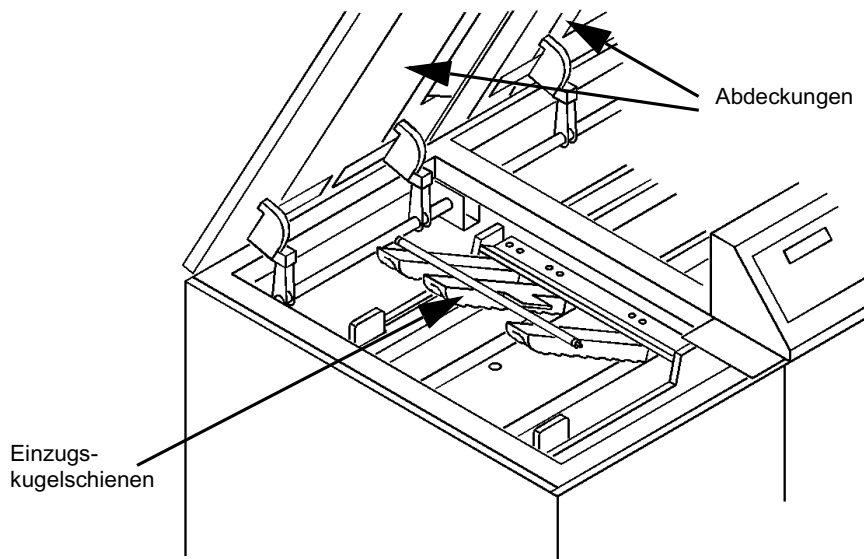

Abbildung 3-1: Obere Abdeckungen und Einzugskugelschienen
- 7 Öffnen Sie die beiden oberen Abdeckungen des Lochers, wie in Abbildung 3-1 gezeigt.
- 8 Klappen Sie die Einzugs-kugelschienen hoch, wie in Abbildung 3-1 gezeigt, und entfernen Sie sämtliches Papier, das sich in diesem Bereich gestaut hat. Sehen Sie auch im Drucker und der Papierausgabe nach, ob sich dort Papier gestaut hat.